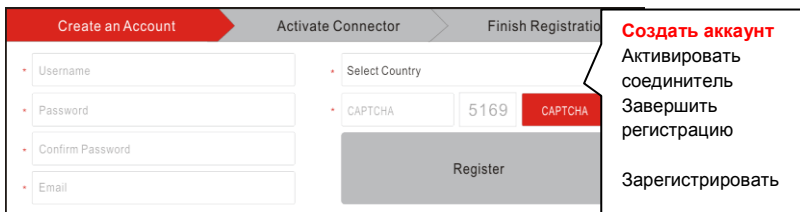

Рис. 4-3
1. Если вы являетесь новым пользователем, нажмите «New Registration» (новая регистрация). См. рис. 4-3.
- A. Создание аккаунта приложения: на рис. 4-3 заполните каждое поле формы (пункты с * должны быть обязательно заполнены). После ввода данных нажмите «Register» (зарегистрировать), отображается следующее окно: